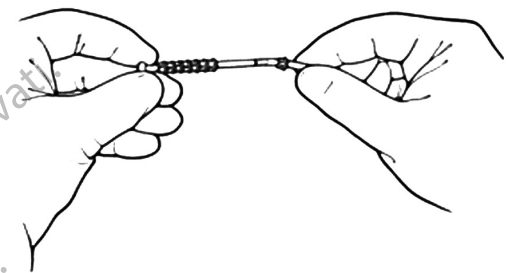

Abbildung 4-31. Klemmhülse aufschieben
2. Den Klemmring auf den Schlauch aufschieben und sicherstellen, dass die Zähne des Klemmrings zum Schlauchende weisen (**Abbildung 4-31**).